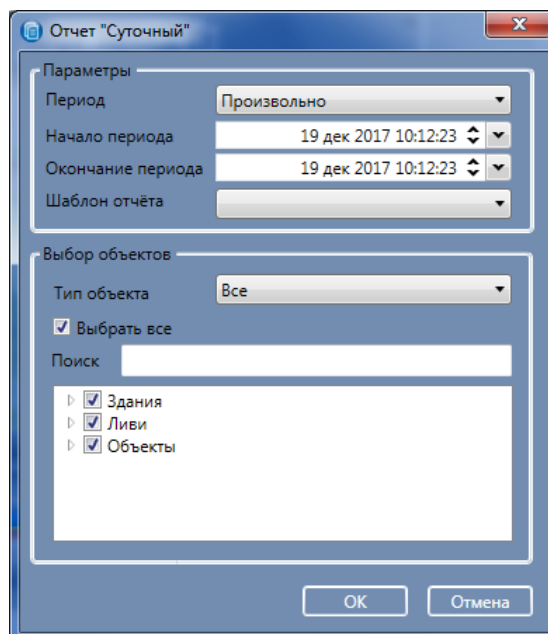

Рис. 19.2. Суточный отчет
- 2) В открывшемся окне *Суточный отчет* (Рис. 19.2) задайте описанные ниже параметры и нажмите кнопку *ОК*.